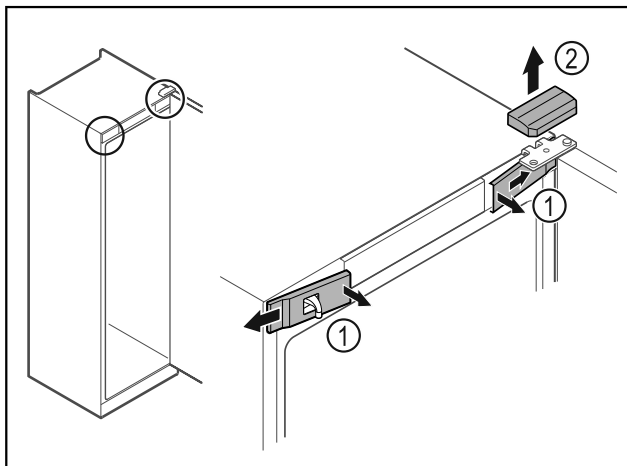

Fig. 11
- Lossa skydden fram Fig. 11 (1) på insidan och ta av dem åt sidan.
- Ta av det övre skyddet Fig. 11 (2) uppåt.